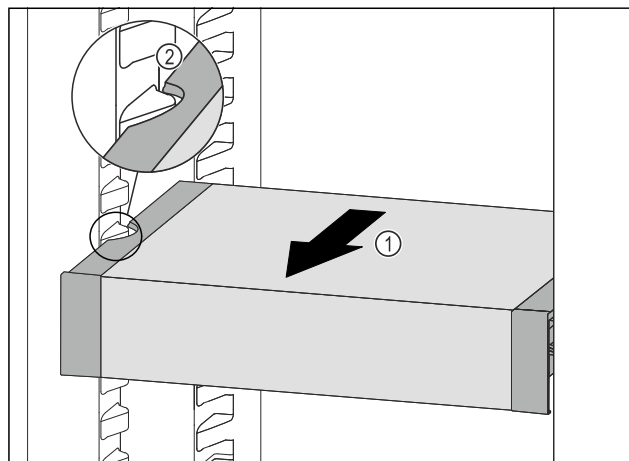

Fig. 92
- Táhněte VarioSafe dopředu Fig. 92 (1), dokud nebudou boční vybrání VarioSafe na úrovni žebrování na nádoby v chladničce. Fig. 92 (2)